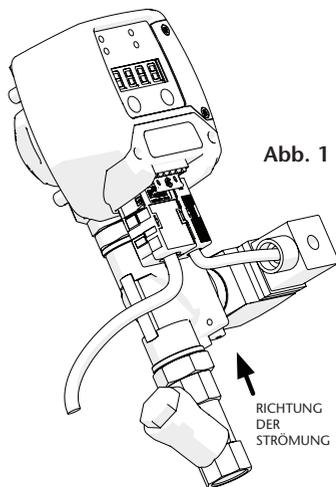

Abb. 1
### ANSCHLUSS AN DAS ROHRLEITUNGSSYSTEM (ABB.1)
- In Abb. 1 ist eine typische Installation dargestellt, die je nach Einzelfall variieren kann.